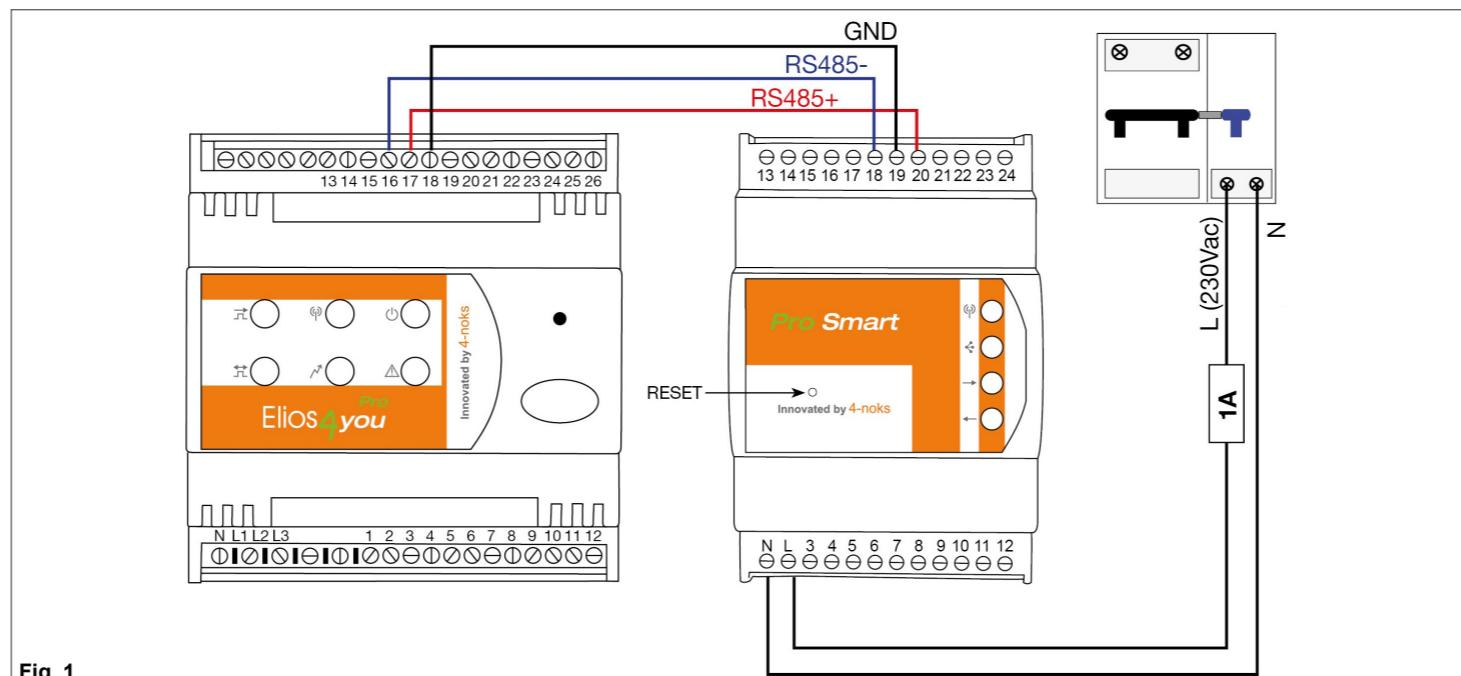

Fig. 1
- Collegare dispositivo come in Fig. 1
- Connect device as shown in the Fig.1
- Gerät wie in Fig.1 anschließen
- Raccorder l'appareil comme indiqué dans la Fig.1